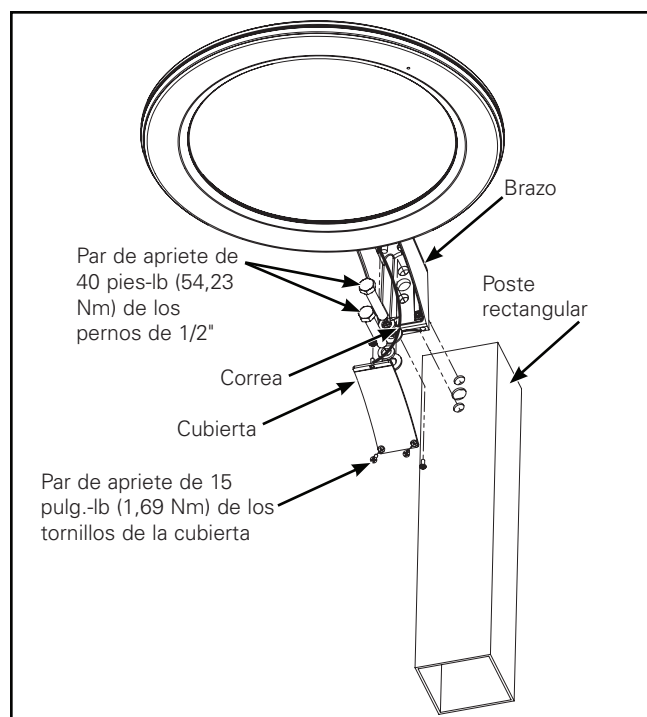

Figura 1.
Instalación con montaje en poste (Figura 1)
2. Monte el brazo al poste redondo o cuadrado utilizando los tornillos largos de 1/2" x 2-1/2" y tuercas, tal como se muestra. Apriete los pernos a 40 pies-lb (54,23 Nm) (Figura 1).
3. Tire de los cables de suministro a través del poste y parte posterior del brazo de modo que la conexión pueda realizarse en el interior del brazo de la unidad. (Figura 1).